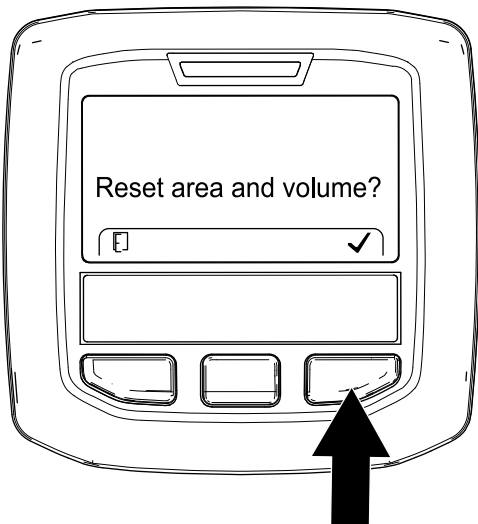

图 110
6. 在重置面积和体积屏幕上按右侧 InfoCenter 信息中心按钮 图 110。